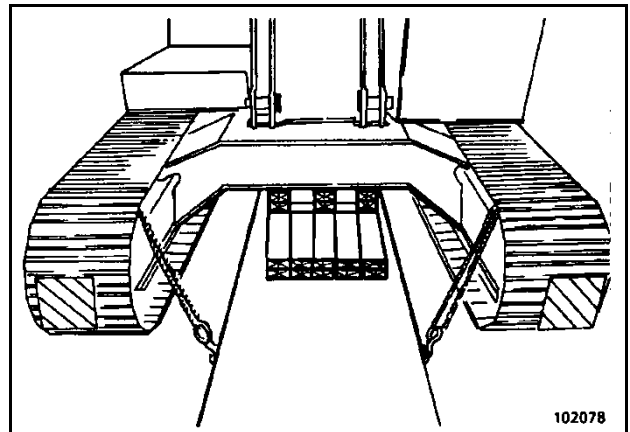

Fig. 2-64 :
- Placer des pièces de bois robustes entre la plateforme surbaissée et la partie centrale du train de roulement (Fig. 2-64 :).
- Sécuriser la pelle hydraulique avec des équipements adaptés (palans à chaîne, fils métalliques, chaînes, tendeurs) (Fig. 2-64 :).